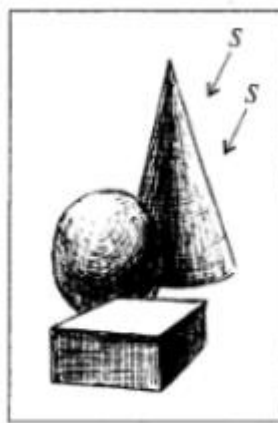

Рис. 1.21. Светотеневое изображение группы геометрических тел
8. Найдите ошибку в распределении светотени на рис. 1.21 при заданном источнике света.